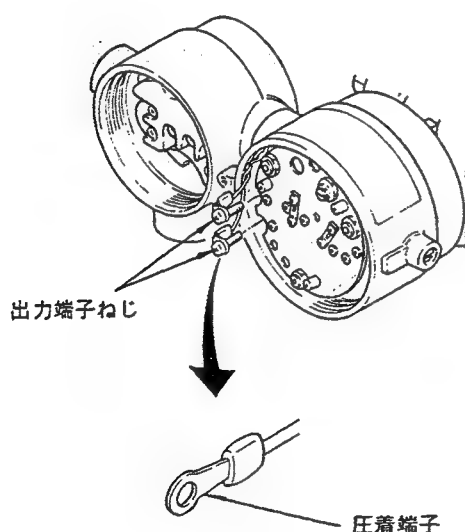

図7.3 リード線の取りはずし
- ② スパン粗調整ジャンパ(またはピンコネクタ)を、HIGHまたはLOWのいずれかに固定します (図7.3参照)。
- ① 電源を切ります。
- ② カバーを取りはずします。
- ③ プラスドライバで出力端子ねじをゆるめ、リード線はずします (図 7.3 参照)。